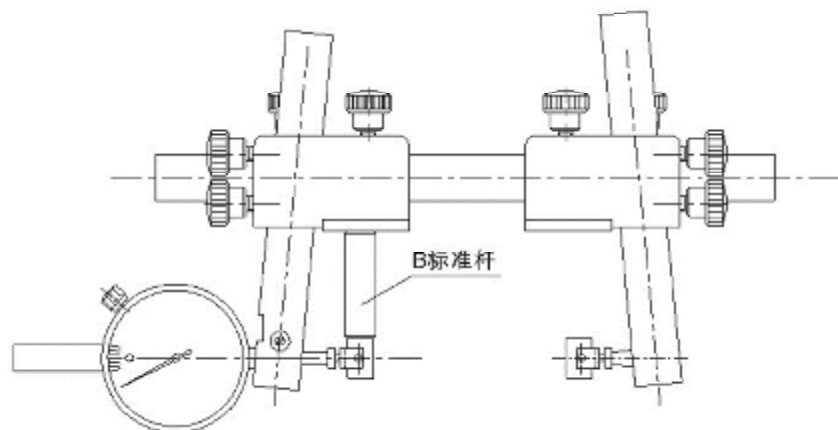

图 4
4.上臂4重复上述过程，如图4所示。完成后将B标准杆放回包装盒。